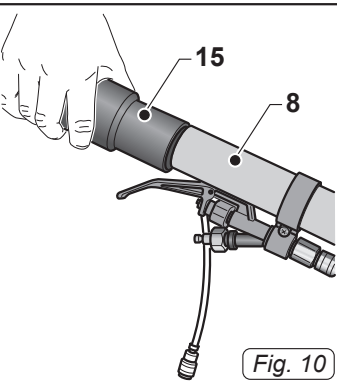

Fig. 10
- Inserire il tubo (8 Fig. 10) nel tubo flessibile (15 Fig. 10).